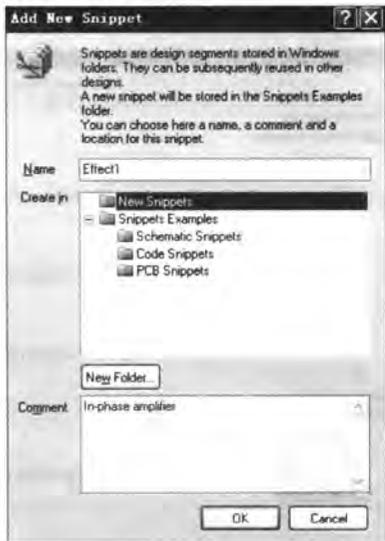

图 4-34 【Add New Snippet】对话框
- [3] 执行命令后，系统打开如图 4-34 所示的【Add New Snippet】对话框。